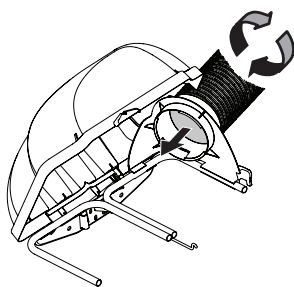

Figura 27
1. Enrosque el lado final superior de la manguera (764-05082) en forma segura, en el soporte superior del canal. Existen dos lengüetas en el lado bajo interno del soporte del canal superior que permiten un enrosque seguro. Consulte la Figura 27.